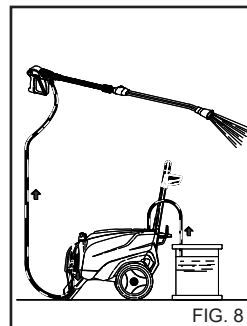

FIG. 8
Efter användning av rengöringsmedlet måste kemikalieinlagningen spolas ur med rent vatten (fig. 8).
- 1) Efter användning med rengöringsmedel ska högtrycksvattensystemet sköljas ordentligt. Låt pumpen vara igång i 1 minut. Doseringskranen ska vara stängd. (fig. 8).
4) Efter användning med rengöringsmedel ska högtrycksvattensystemet sköljas ordentligt. Låt pumpen vara igång i 1 minut. Doseringskranen ska vara stängd.(fig. 8).